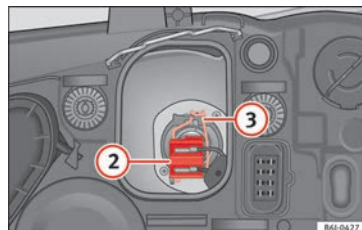

Fig. 185 Anabbagliante.
- Estrarre il connettore » fig. 185 ② della lampada.
- Sganciare la molla di ritegno » fig. 185 ③ premendo verso l'interno e a destra.